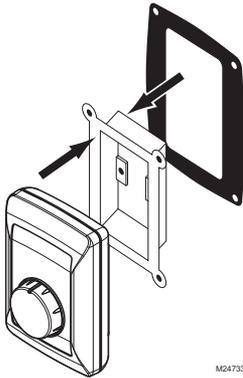

Fig. 14. Faire glisser le joint en mousse sur la base.
4. Faire glisser le joint en mousse sur la base. (Voir la Fig. 14.)